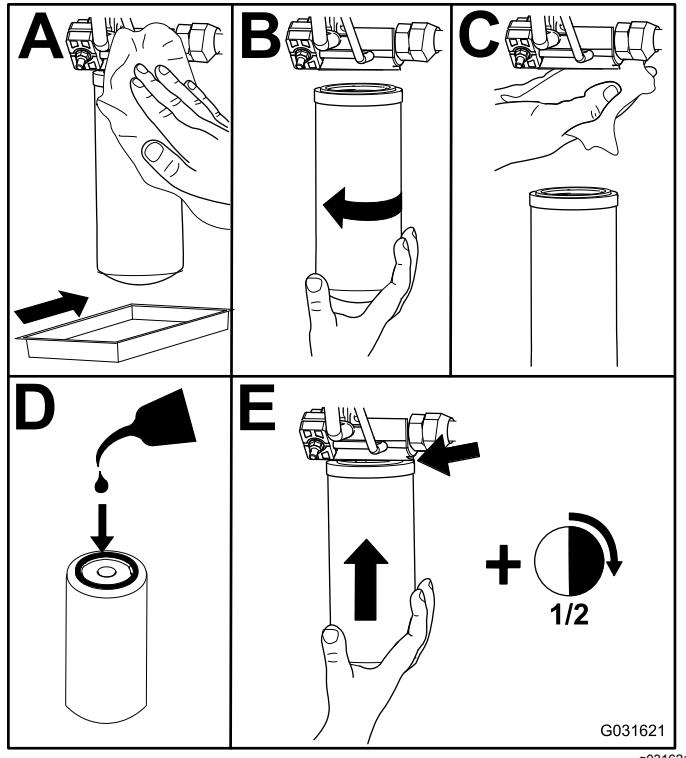

Figure 101
2. Remplacez les filtres hydrauliques (Figure 101).